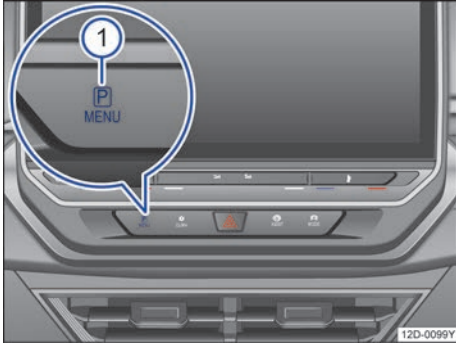

图 127 中控台操作区的按钮
– 或：点击中控台操作区的按钮→图 127 ①。
- 或：点击中控台操作区的按钮→图 127 ①。